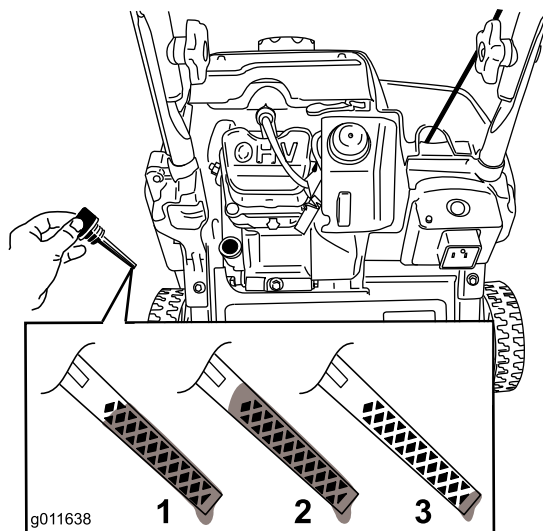

Bild 13
3. Reinigen Sie den Bereich um den Öleinfülldeckel (Bild 13).
8. Siehe Bild 13, wie Sie den richtigen Ölstand am Peilstab ablesen.